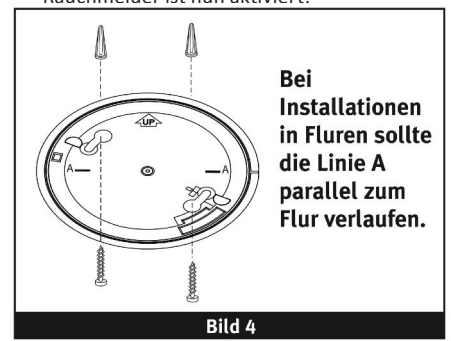

Bild 4
1. Um mehrere Rauchmelder in einem Flur optisch einheitlich auszurichten, ist bei einer Deckenmontage die Linie A auf dem Montageteiler parallel zum Flur zu installieren (s. Bild 4).
2. Nachdem Sie, wie in Abs. 1 beschrieben, den richtigen Montageort für den Rauchmelder ausgewählt haben, befestigen Sie den Montageteiler an der Decke, wie in Bild 4 dargestellt. Verwenden Sie zur Befestigung des Montageteilers die mitgelieferten Schrauben und Dübel (Bohrer: 5 mm).